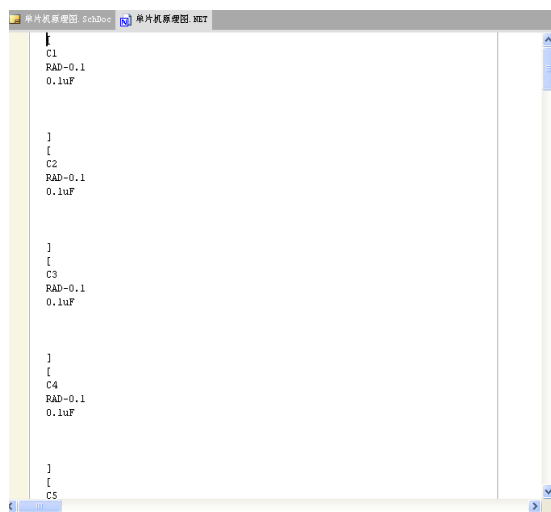

图 8-28 电路原理图的网络表
Step6 在原理图编辑环境下,单击菜单栏中的“设计”→“工程的网络表”→“Protel (生成 Protel 格式的网络表)”命令,生成一个对应于该电路原理图的网络表,如图 8-28 所示。